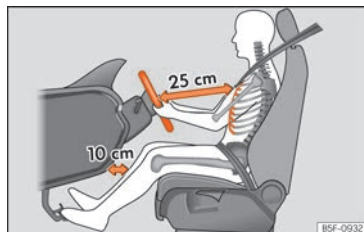
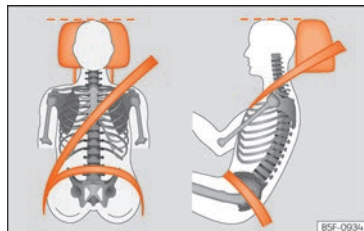

Fig. 82 La separación correcta entre el conductor y el volante debe ser de 25 cm como mínimo [10 pulgadas].
Fig. 83 Banda del cinturón y apoyacabezas ajustados correctamente.
- Ajuste el apoyacabezas de modo que el borde superior quede, en la medida de lo posible, a la altura de la parte superior de la cabeza, en ningún caso por debajo de los ojos. Mantenga la nuca lo más cerca posible del apoyacabezas » **fig. 82** y » **fig. 83**.
- Ajuste el volante de tal modo que quede como mínimo a 25 cm (10 pulgadas) del tórax » **fig. 82** y que pueda asir el volante lateralmente por la parte exterior con las dos manos y los brazos ligeramente flexionados.
- Ajuste el asiento del conductor longitudinalmente de forma que pueda pisar a fondo los pedales con las piernas ligeramente flexionadas y que las rodillas queden, como mínimo, a 10 cm (4 pulgadas) del tablero de instrumentos » **fig. 82**.